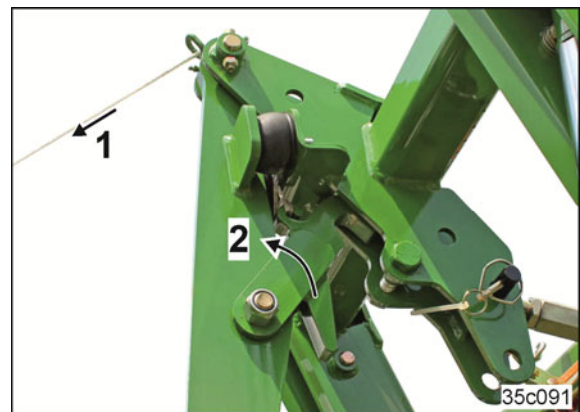

Рис. 131
2. Потяните трос (Рис. 131/1).
→ Блокировочный крюк (Рис. 131/2) раскроется.
4. Отпустите трос (Рис. 131/1).
Если, например, при развороте на краю поля, подъемная рама не заблокирована (см. Рис. 132), не трогайте трос (Рис. 131/1).